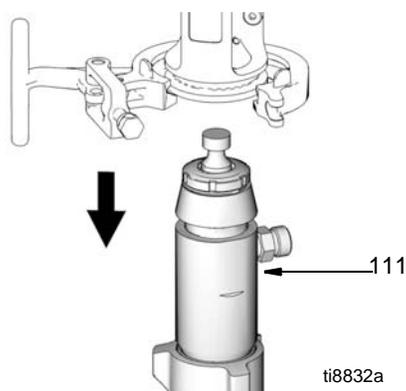

図 19
9. (図19) ポンプ (111) をユニットから外します。